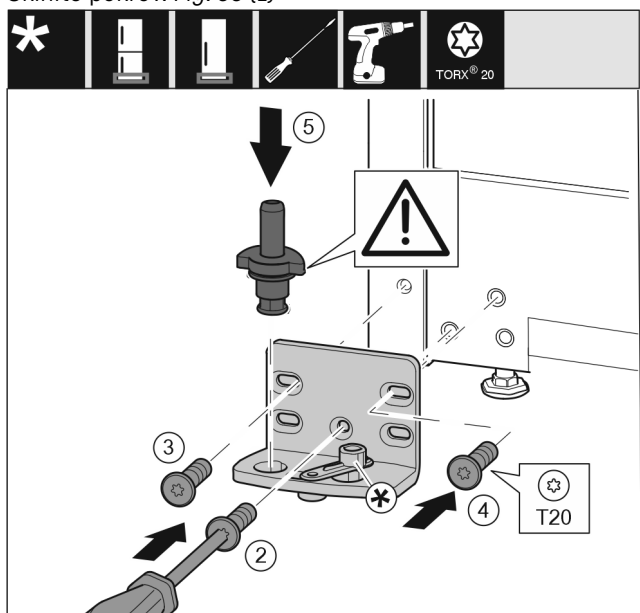

Fig. 36
- ▶ Postavite podložak ležaja na drugoj strani i zavijte pomoću odvijača T20. Započnite s vijkom 2 dolje u sredini. *Fig. 36 (2)*
- ▶ Pritegnite vijak 3 i 4. *Fig. 36 (3,4)*
- ▶ Kompletно umetnite podložak ležaja. Pri tome pazite da je ispuščenje za blokiranje okrenuto prema otraga. *Fig. 36 (5)*